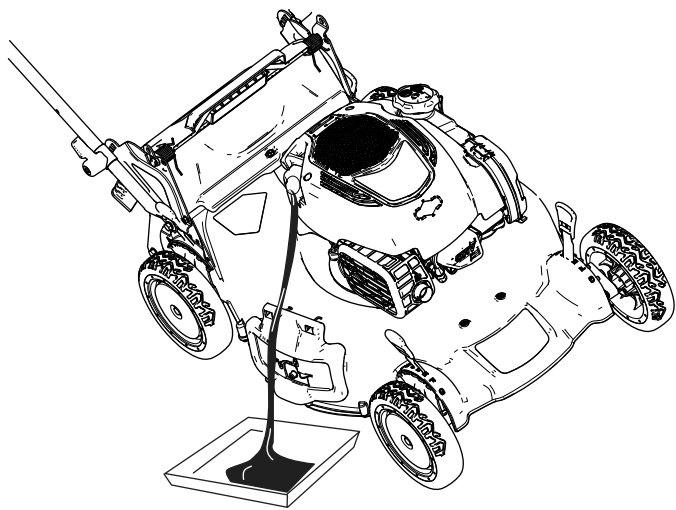

Figura 30
4. Inclinate la macchina sul fianco (di modo che il filtro dell'aria si trovi in alto) per scaricare l'olio usato attraverso il tubo di riempimento (Figura 30).